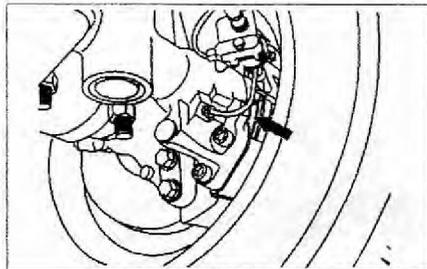

Рис. 1.26. Проверьте толщину внутренней прокладки тормозной колодки дискового тормозного механизма заднего колеса через отверстие (стрелка).
4. Проверьте толщину внутренней прокладки тормозной колодки дискового тормозного механизма заднего колеса через отверстие (стрелка) (рис. 1.26).